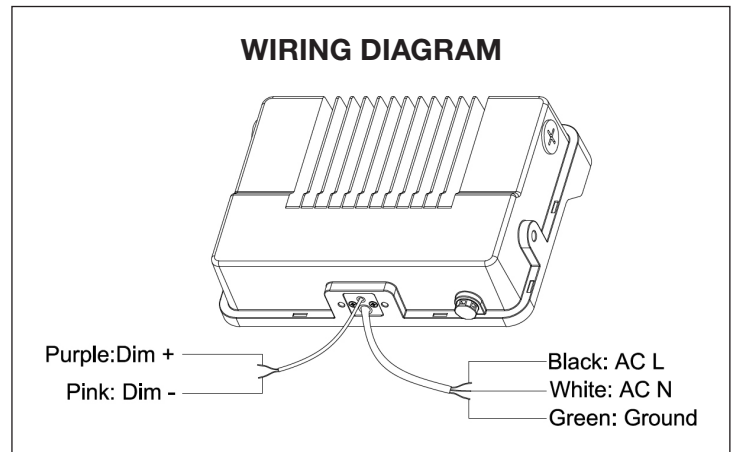

Figure 4
STEP 2: Secure the fixture to wall as shown in Figure 4, using the appropriate anchors (not included).
ÉTAPE 2: Fixez le luminaire au mur comme illustré à la Figure 4 à l'aide des ancrages appropriés (non inclus).